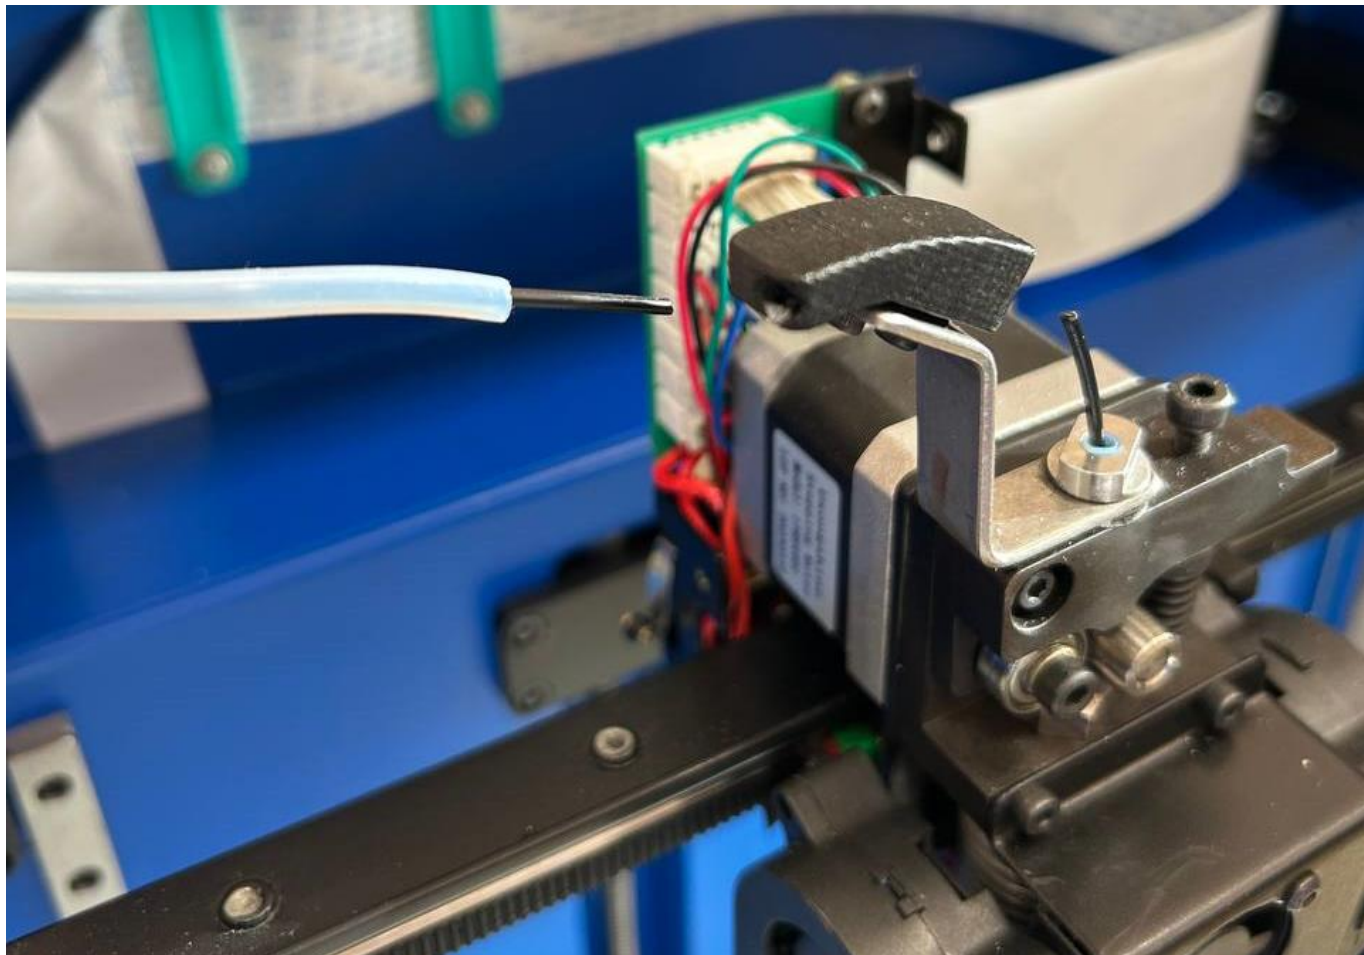

Рисунок 3 — Положение трубки
4. Вытащите трубку подачи филамента из зажима (рисунок 3).